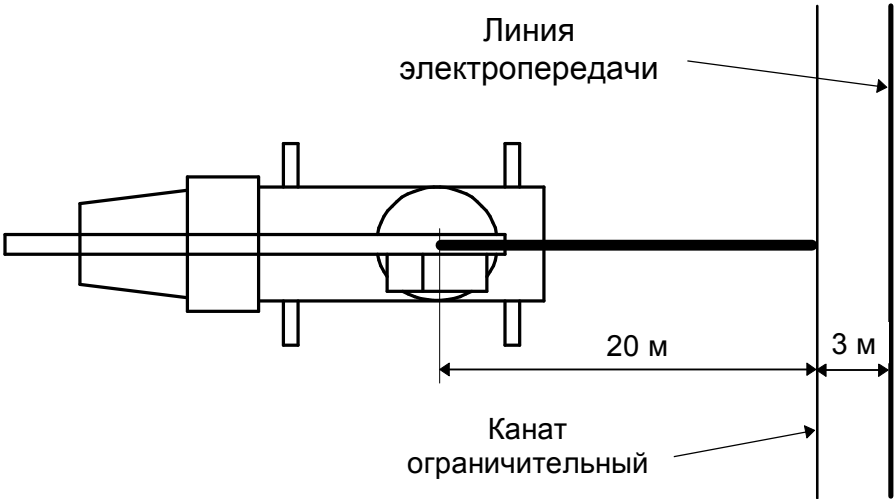

Рисунок 6 - Проверка срабатывания МЗОНа
4.3.4.2.1 Установить на площадке машину (стрела находится в транспортном положении) перпендикулярно линиям электропередачи на расстоянии (20 ± 1) м от оси вращения крана до воображаемой вертикальной плоскости, проходящей через ограничительный канат макета ЛЭП (см. рисунок 6).